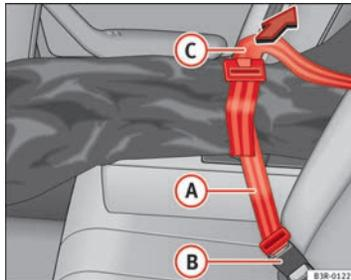

Fig. 118 Modo de asegurar el saco para objetos alargados en el cierre del cinturón de seguridad central del asiento trasero
- Introduzca el cinturón (A) ⇒ fig. 118 del saco en el cierre del cinturón central (B).
- Tense el cinturón por su extremo libre (C).